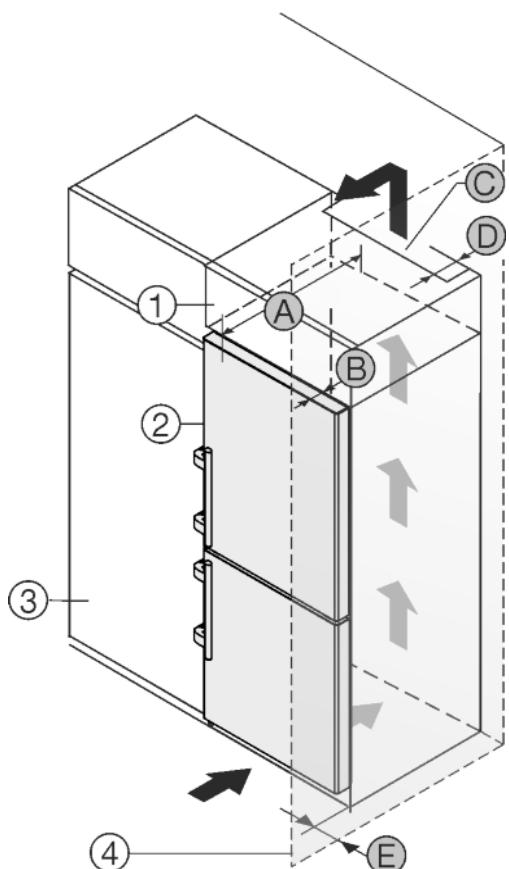

Fig. 26
Uredaj se može adaptirati za ugradnju u kuhinjske ormare. Kako biste uređaj Fig. 26 (2) prilagodili visini kuhinjskog namještaja, iznad uređaja možete postaviti viseći ormara Fig. 26 (1).
Uredaj se može postaviti direktno uz kuhinjski ormara Fig. 26 (3). Kako biste vrata mogli potpuno otvoriti, uređaj mora biti za dubinu Fig. 26 (B) ispred u odnosu na prednjicu kuhinjskog ormara. Ovisno o dubini kuhinjskih ormara i uporabi zidnih distancera, uređaj može i dalje stršati.
- Na stražnjoj strani visećeg ormara treba postojati otvor za odzračivanje dubine Fig. 26 (D) po cijeloj širini visećeg ormara.
- Ispod stropa prostorije treba poštivati ventilacijski presjek Fig. 26 (C).
Kada se uređaj postavlja s okovima pored zida Fig. 26 (4), treba poštivati razmak Fig. 26 (E) između uređaja i zida. To odgovara stajanju ručice kod otvorenih vrata.